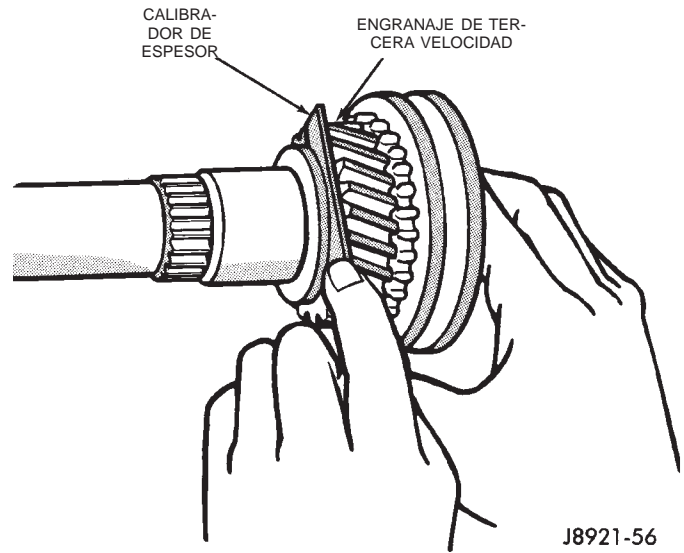

Fig. 110 Verificación de la holgura del engranaje de tercera velocidad
(9) Instale el anillo de muelle que fija el sincronizador 3-4 al eje transmisor.
(10) Verifique la holgura de empuje del engranaje de tercera velocidad con un calibrador de espesor (Fig. 110). La holgura debería ser de 0,1 - 0,25 mm